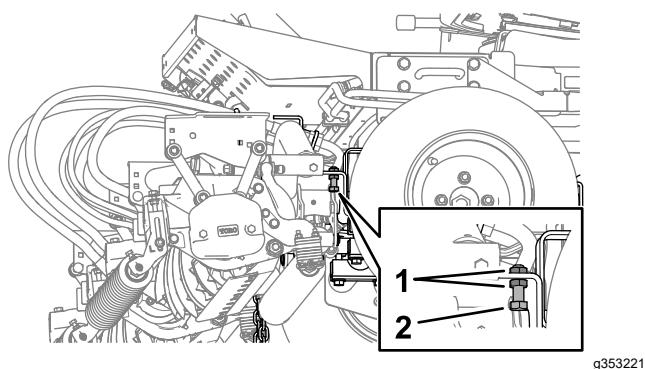

Figura 28
1. De fiecare parte a mainii, slăbiți contrapiuliile i uruburile de oprire ale braului de ridicare (Figura 28).